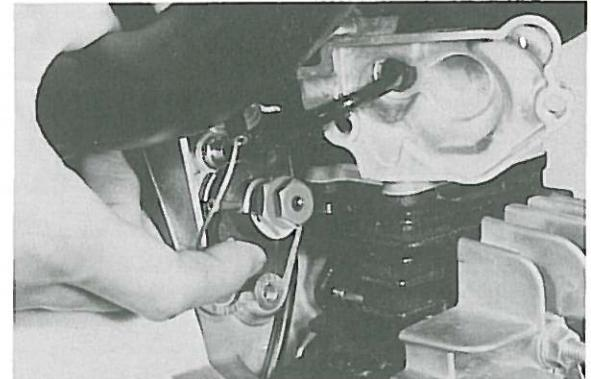

Fig. 3-1-3
- Remove pump cover (1) and pump cable. (Fig. 3-1-3)
- Enlever le couvercle de pompe (1) et le câble de pompe. (Fig. 3-1-3)
- Pumpendeckel (1) und Pumpenseil abnehmen. (Fig. 3-1-3)